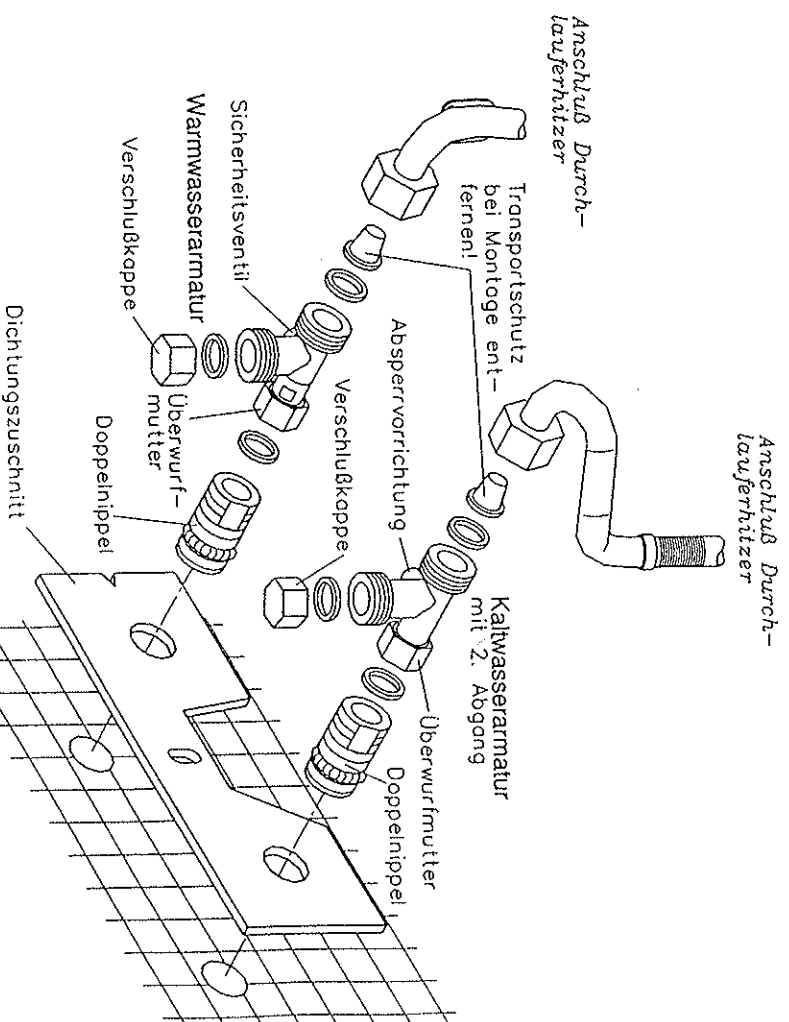

Abb. 16: Wasserschluß mit Standardarmaturen
- ⇒ Gerätearmaturen montieren (Abb. 16)